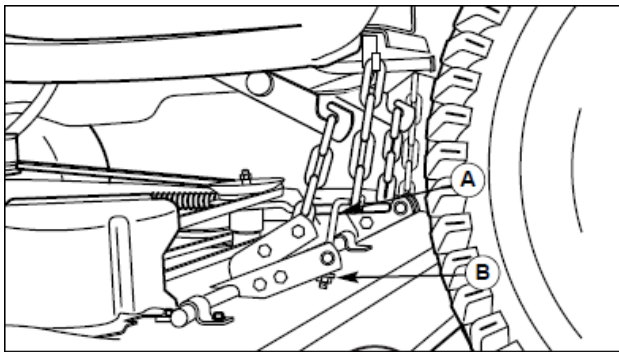

図 39 サード to サイドモアのレベル調整
5. 図 39 を参照し、Jフック(A)を固定し、ロックナット(B)を回してください。